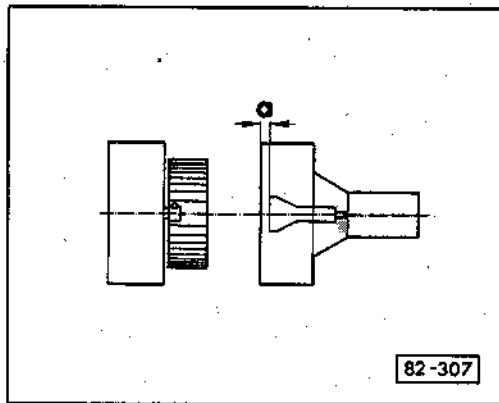

Abb. 1 Kupplung einbauen
- einbauen nach Maßangabe – Abb. 1,